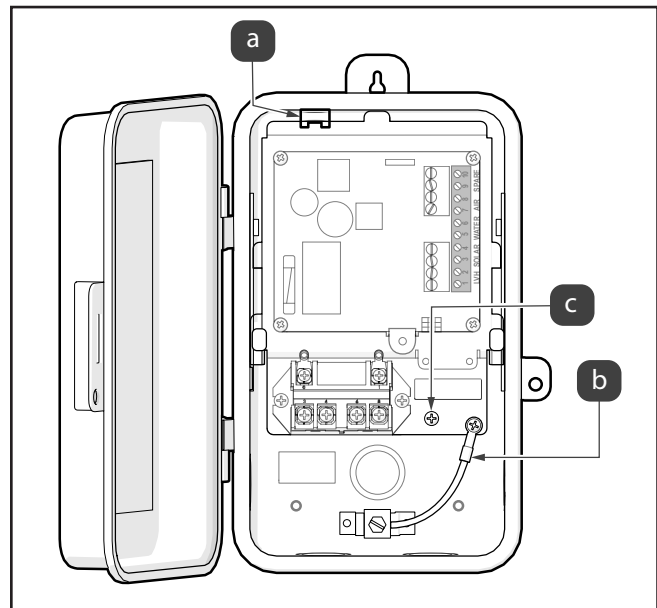

Figura 11. Montaje y conexión a tierra del chasis de TCX
5. Empuje el chasis de AquaLink TCX hasta que se trabe en su lugar debajo de la lengüeta de montaje; consulte la Figura 11 (a)
6. Conecte el cable de conexión a tierra al tornillo verde ubicado en el mecanismo de AquaLink TCX; consulte la Figura 11 (b).
8. Si no hay gancho de resorte, fije el chasis de TCX con un tornillo de sujeción; consulte la Figura 11 (c).